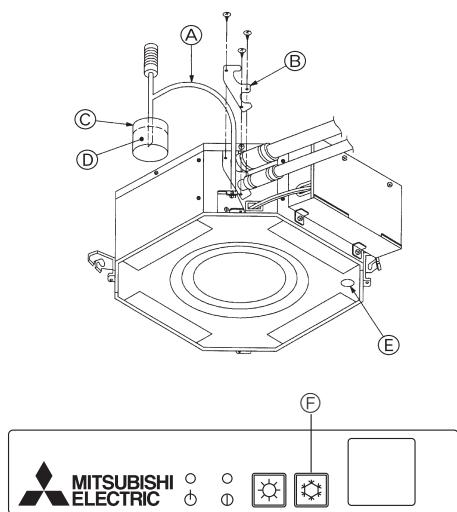

Fig. 9-5
9.4.1. Per regolatore a distanza senza fili (Fig. 9-5)